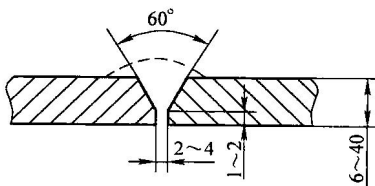

图 1-6 V 形坡口
2) V 形坡口形状简单, 加工方便, 是最常用的坡口形式, 常用于厚度在 6~40mm 工件的焊接, 如图 1-6 所示。